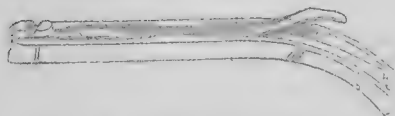

Рис. 58. Крышка рукоятки рамки со спусковой пружиной
99. Крышка рукоятки рамки (рис. 58) служит для закрывания заднего окна рукоятки рамки и для помещения в ней спусковой пружины. Она имеет: пазы, в которых помещаются спусковая пружина и задержка крышки рукоятки; шпильку для удержания задержки; задержку для запираания крышки на рукоятке рамки.